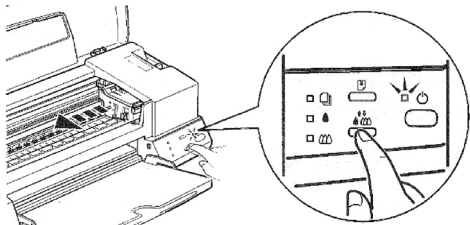

图 2-31 清洗打印头
- 按住清洗键约 3 s (如图 2-31 所示)。打印机开始清洗打印头并且电源指示灯开始闪烁。打印头清洗大约 30 s 完成。